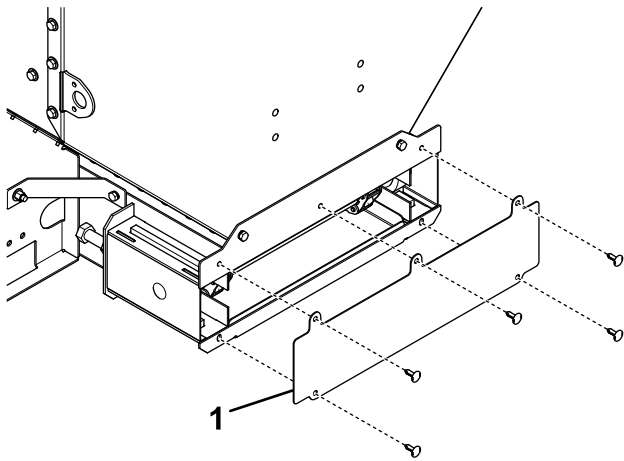

Figure 25
2. Retirez la plaque arrière comme montré à la Figure 25.